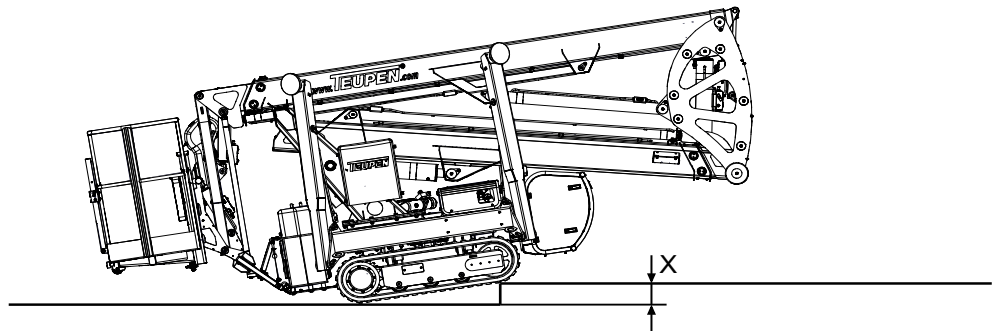

Fig. 75
3. S'assurer que la hauteur des bords à franchir (Fig.75/X) ne dépasse pas 100 mm.
- Tenir compte de l'inclinaison maximale de la machine (Fig.75).